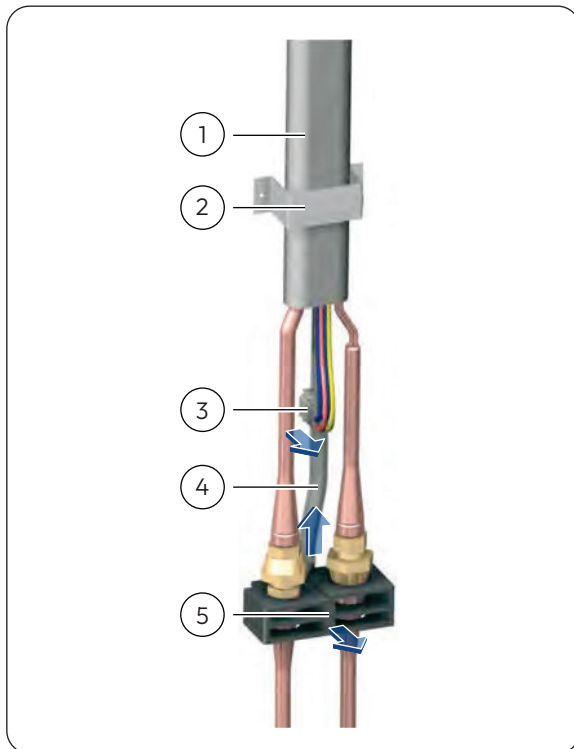

Abb. 13: Demontage Verbindungsleitung
5. Schrauben Sie die Befestigungsschelle der Verbindungsleitung ab (Abb. 13).
6. Drücken Sie auf die seitliche Lasche der Steckverbindung und ziehen Sie den Stecker aus der Buchse (Abb. 13).
7. Entfernen Sie das Oberteil der Halterung durch Herausdrehen der beiden Schrauben (Abb. 13).
8. Ziehen Sie den Kondensatschlauch ab (Abb. 13).